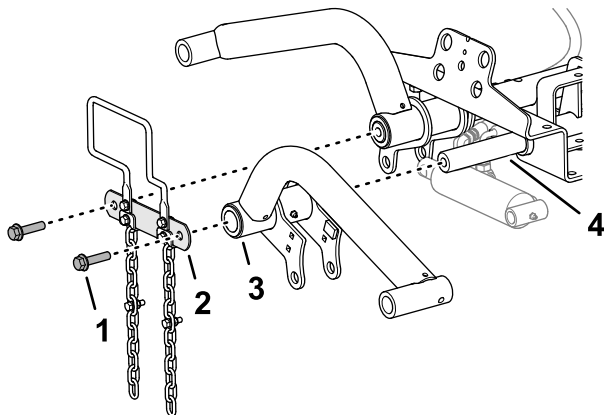

Bild 9
1. Montieren Sie die Hubarme auf die Hubarm-Gelenkwellen, wie in Bild 9 dargestellt.
2. Befestigen Sie die Gelenkwellenverbindung mit den beiden Bundkopfschrauben ($\frac{1}{2}$ " x 2"), die Sie in Vorbereiten des Einbaus der Hubarme \(Seite 16\) entfernt haben, an den Gelenkwellen der Hubarme (Bild 9).